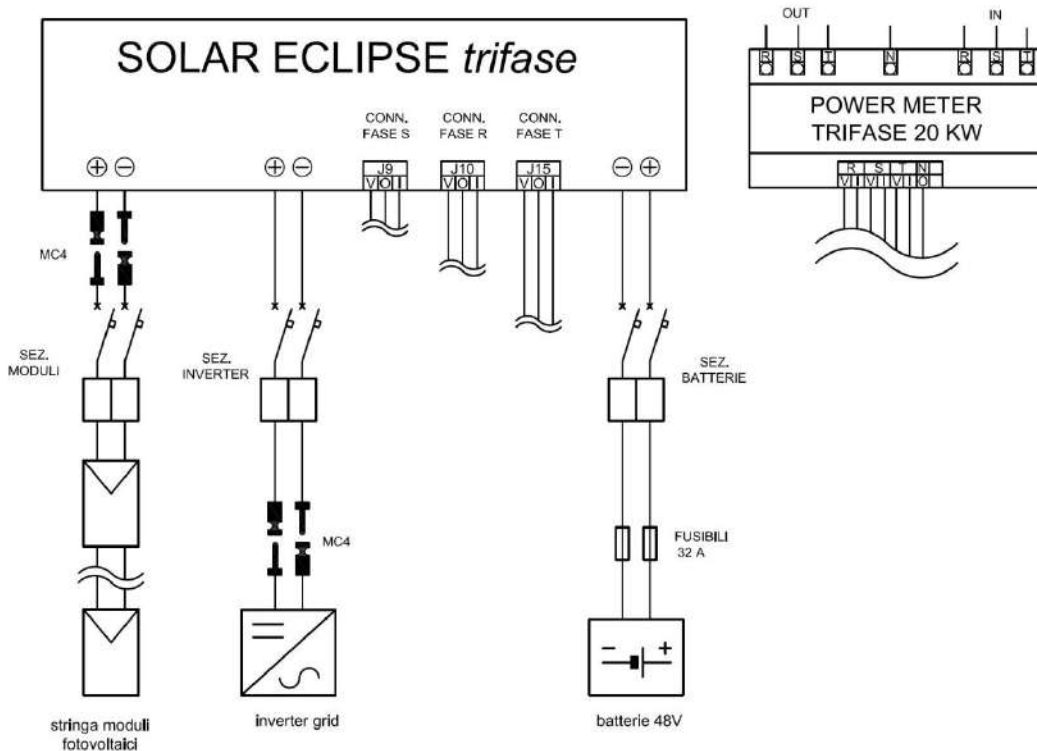

Figura 6 – Schema cablaggio di potenza
- Verificare che il sezionatore moduli fotovoltaici sia aperto (vedi Figura 6)
- Predisporre una scatola portafusibili da 32 A sui cavi batterie (vedi Figura 6)